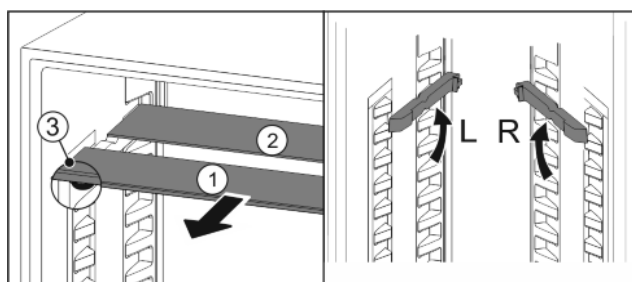

Fig. 20
- estrarre i ripiani di vetro singolarmente tirando in avanti Fig. 20 (1).
- ▷ Il ripiano di vetro Fig. 20 (1) con i fermi appoggia anteriormente.
- ▷ I fermi sono rivolti verso il basso Fig. 20 (3).